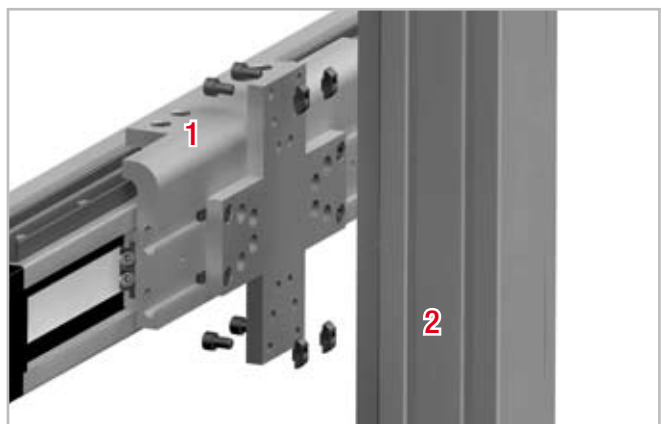

Fig. 76
4. Insérez les vis de l'autre côté de la plaque d'interface (voir fig. 76).